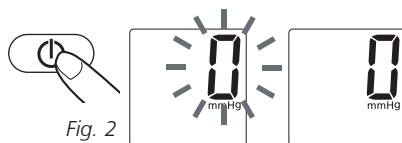

Fig. 2
2. Pressez le bouton "ON". Après la remise à zéro, **MANDAUS II** est prêt à mesurer. (Fig. 2)